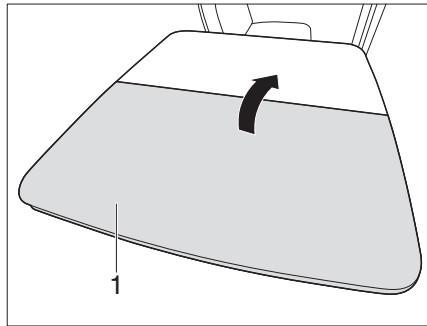

Fig. 113 Rabattre la table pliante
- Rabattre la moitié de table (Fig. 113,1).